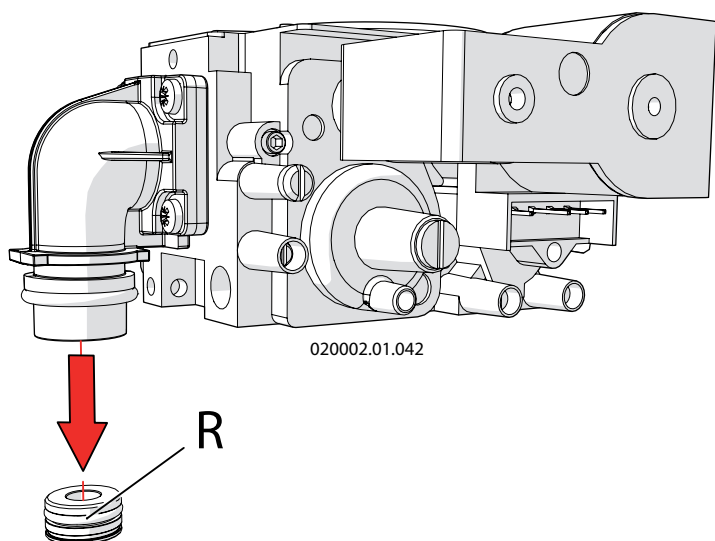

Figure 6-4 - Remplacement de la buse du gaz
18. - remplacer la buse du gaz "R" (voir la figure 6-4) par la buse adéquate selon ce qui est indiqué dans le tableau de la figure 6-7 au poste "Diamètre de la buse du gaz";